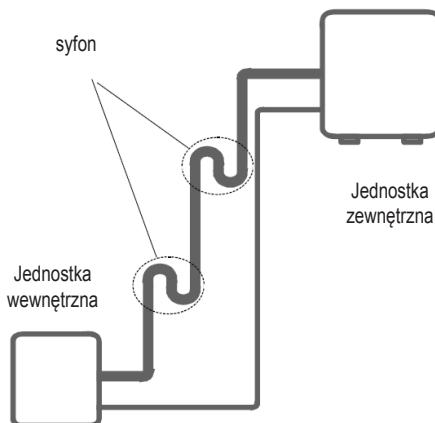

fig. 5 -
**Jednostka zewnętrzna umieszczona wyżej, a jednostka wewnętrzna niżej ("fig. 5 -").**